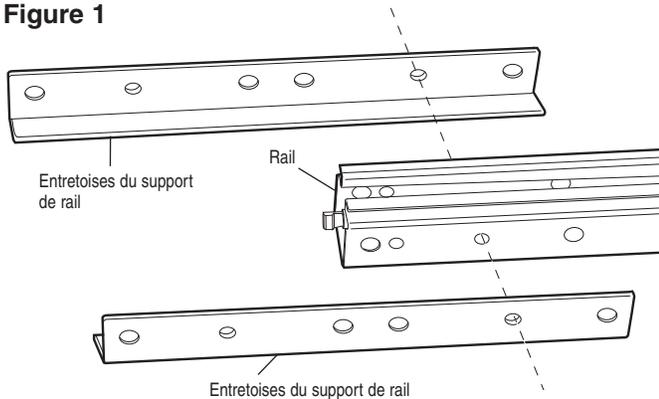

Figure 4
- Placez le clip sur l'axe du coussinet long (rail central) afin que le manchon ne glisse pas. (Figure 4).